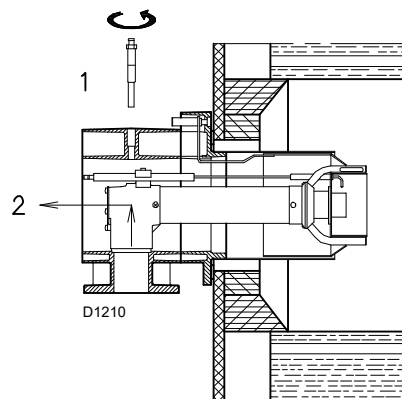

Fig. 12
- fjerne skruen 1)(Fig. 12);
- trække den indvendige del 2)(Fig. 12) af hovedet ud og kalibrere dem.
På dette tidspunkt i installationen er forbrændingshovedet fastgjort til kedlen som vist i Fig. 12.